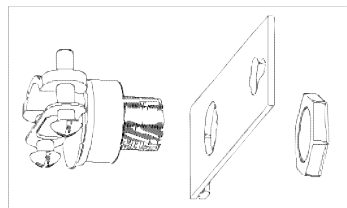

Figure 4
4. Using romex strain relief bushing, leave screws loose to accommodate installation of romex. Insert thread portion of connector into Access plate hole and secure with Hex nut unit tight. **Note: Position connector with screw heads on connector facing downward when installed on fixture. See Fig 4.**
1. Ouvrir le cache du passe-fils. Appuyer délicatement vers l'intérieur pour le dégager de l'incision sur le boîtier. **Voir la Figure 4.**
Placer un tournevis sur le bord du cercle (à l'opposé des languettes de retenue) et frapper d'un léger coup de marteau. Saisir le bord de la débouchure à l'aide de pinces et replier en va et vient jusqu'à ce que dégagée. **Voir la Figure 4.**